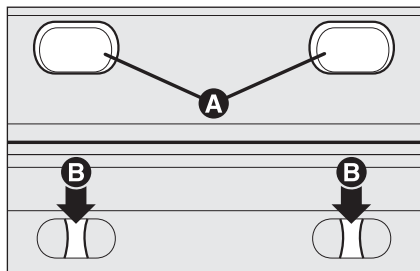
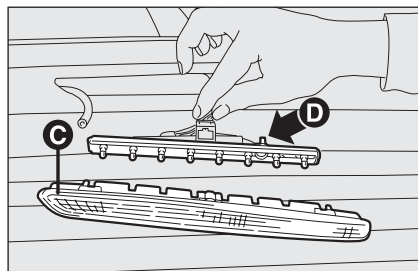

fig. 26
fig. 27
- rimuovere i tappi **A**-fig. 26 in gomma;
- premere sui dispositivi di bloccaggio **B**-fig. 26 ed estrarre il gruppo trasparente **C**-fig. 27;
- agendo in modo contrapposto sulle alette **D**-fig. 27 estrarre il portalam-pade;